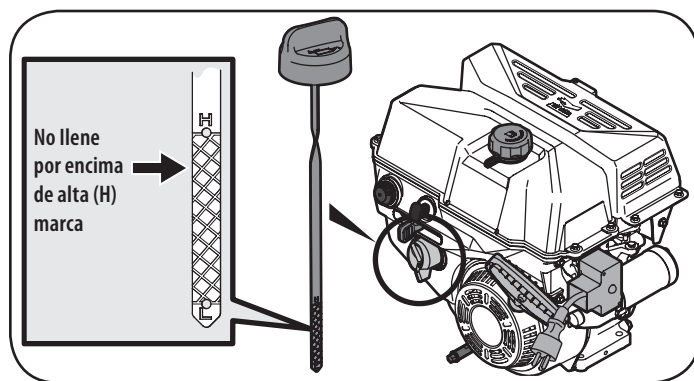
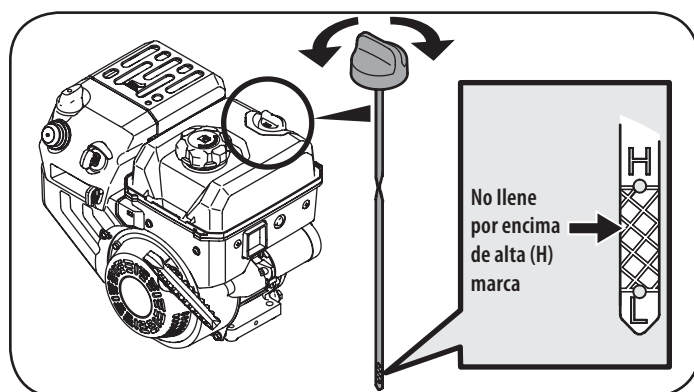

Figura 52
Figura 53
- Retire el tapón de llenado de aceite. Si el nivel está bajo, agregue aceite lentamente hasta registros de nivel del aceite entre alto (H) y bajo (L). Vea la Figura 52 o Figura 53.